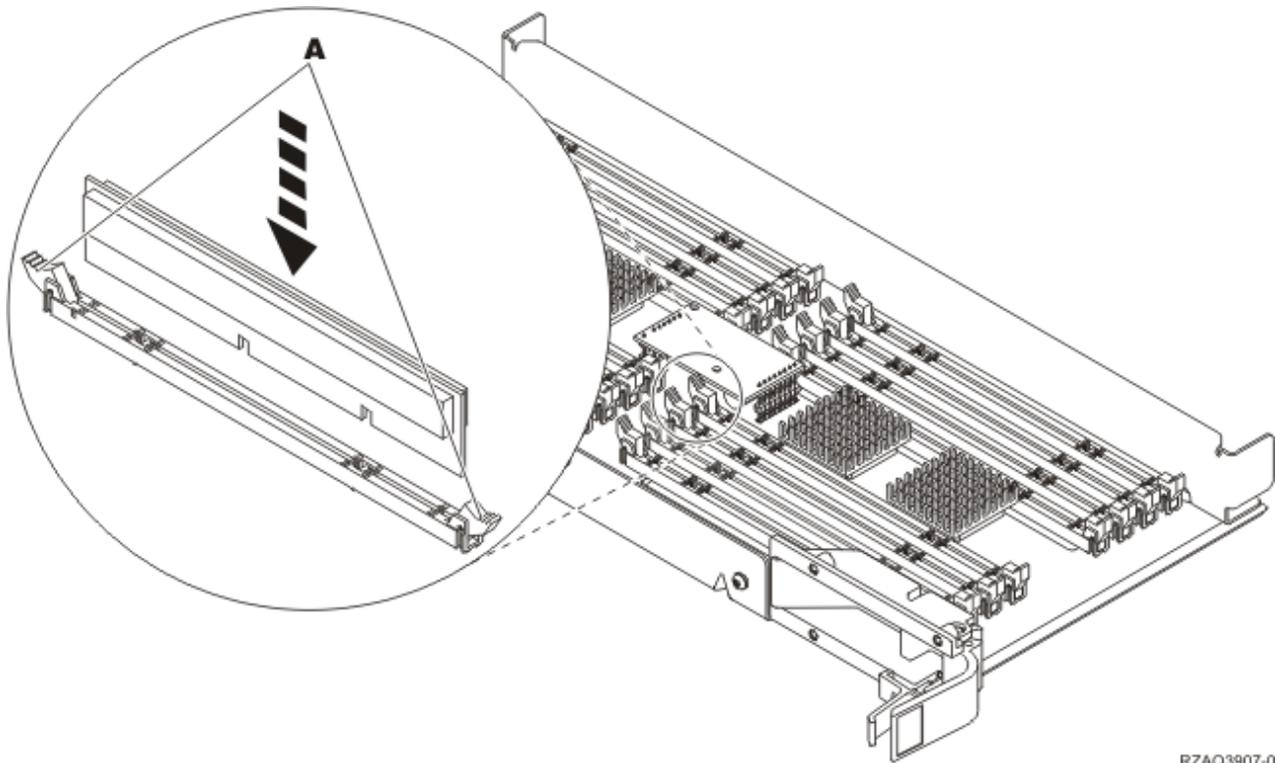

Figura 12. Instalar Placas de Memória
- \_\_\_ a. Empurre para fora os trincos **A**, localizados em cada uma das extremidades da placa, Figura 12 na página 14.
- \_\_\_ 9. Consulte Figura 12 na página 14 para instalar a placa de memória com o seguinte procedimento:
- \_\_\_ b. Alinhe a placa conforme está exemplificado na Figura 12 na página 14.